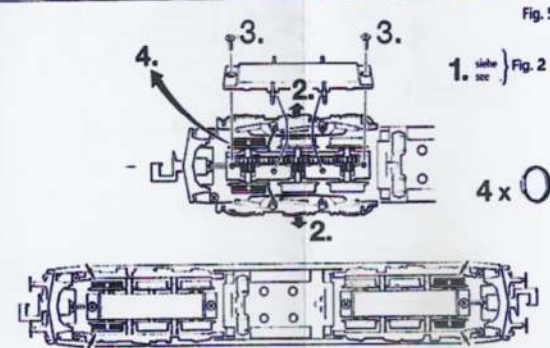

Fig. 5
3. Cambio de la rueda adhesiva: Retire primero la carcasa de la locomotora (Fig. 5). Retire a continuación el juego de ruedas y las ruedas adhesivas con una aguja o con un atomizador fino (Fig. 5). Al montar las nuevas ruedas adhesivas, tenga presente de no torcerlas.